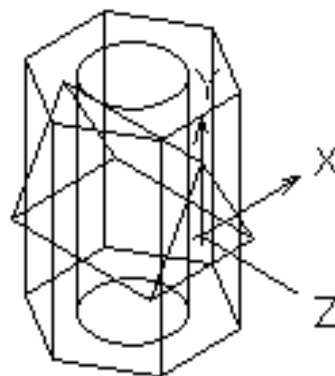

Рис. 4.9
- b) на запрос высоты выдавливания (Specify height of extrusion) ввести с клавиатуры значение **–70** (с минусом) – рис. 4.9.